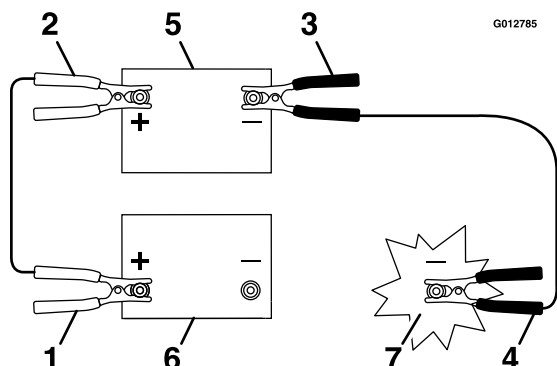

図 90
3. バッテリーのプラス+端子にプラス+バッテリーケーブルを取り付ける 図 90。